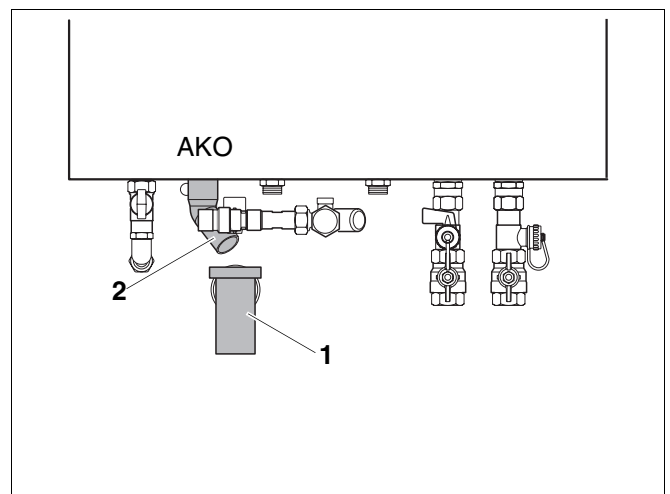

Abb. 10 Trichtersiphon montieren
- Anschlussverschraubung des Trichtersiphons (Abb. 10, **Pos. 1**) an das Abflussrohr montieren.
- Trichtersiphon (Abb. 10, **Pos. 1**) mit Rosette montieren.